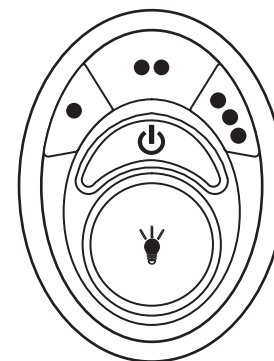

Fig. 20
C. botone (Si está equipado) = la " " El botón enciende o apaga la luz y también controla la configuración de brillo. (Fig. 20)